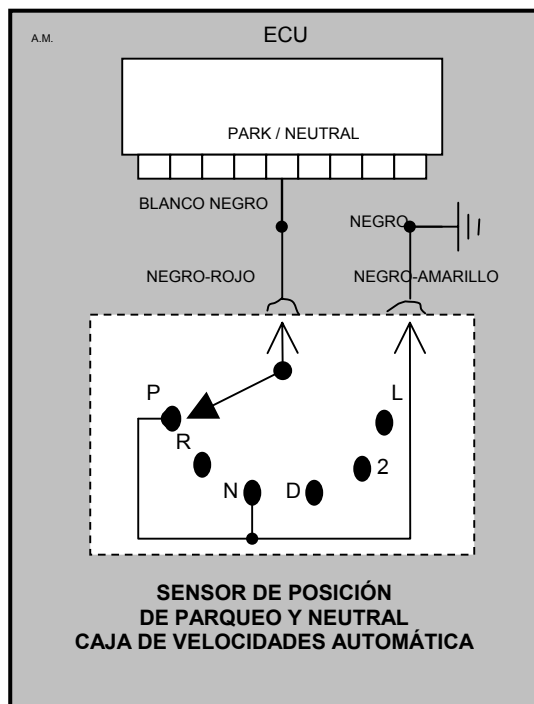

Figura 3.80
D. Sensor de las cargas de la transmisión automática: El sensor de la carga de la transmisión automática está dispuesto en la caja de velocidades. Es un interruptor que normalmente cierra un circuito solo con Parking y neutral. Cuando está cerrado el sensor envía una señal de masa a la ECU. Cuando se conecta una velocidad, (R, D, 2, L,) el interruptor abre la señal, en ese momento la ECU incrementa las RPM de la marcha en ralentí para compensar la carga de la transmisión cuando el automóvil está inmóvil, evitando que se apague. Figura 3.80